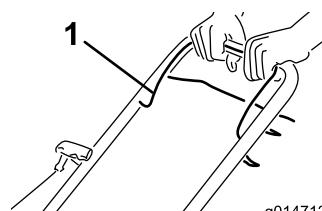

Figura 14
- Mantenha barra de controlo da lâmina Figura 14 encostada ao manípulo.